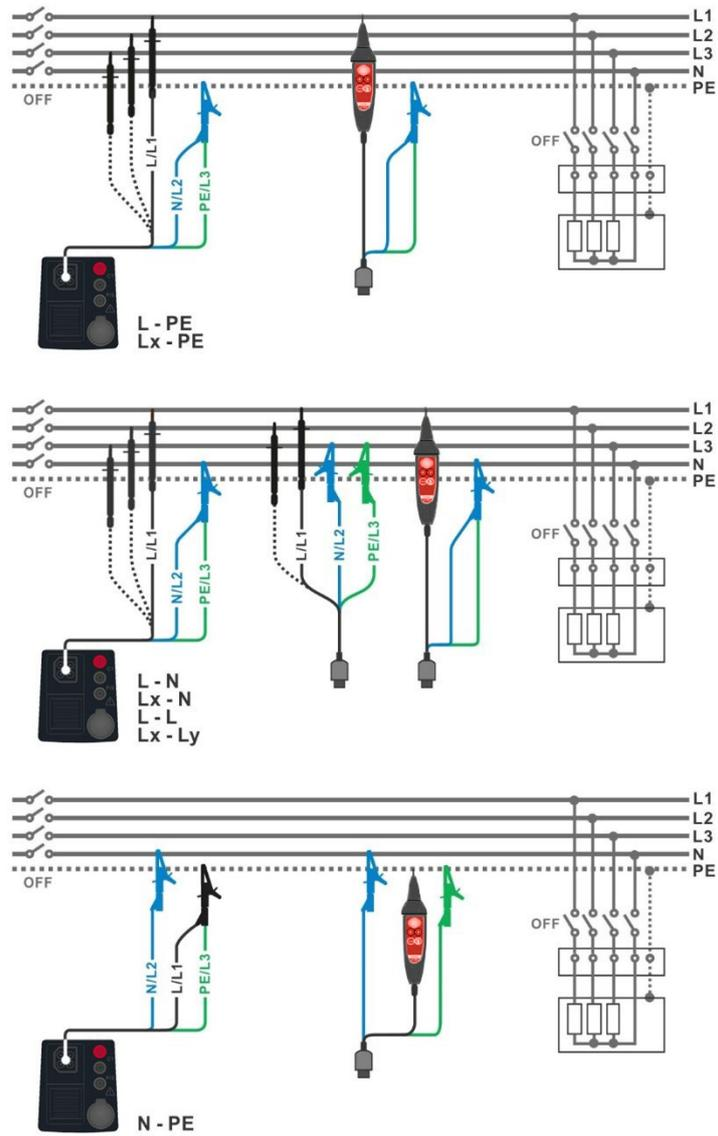

Abbildung 7.7: Anschluss der 3-Leiter-Prüfleitung und der optionalen Commander-Prüfspitze (044155)
- › Schließen Sie die Prüfleitungen am Prüfobjekt an (siehe **Abbildung 7.7**).